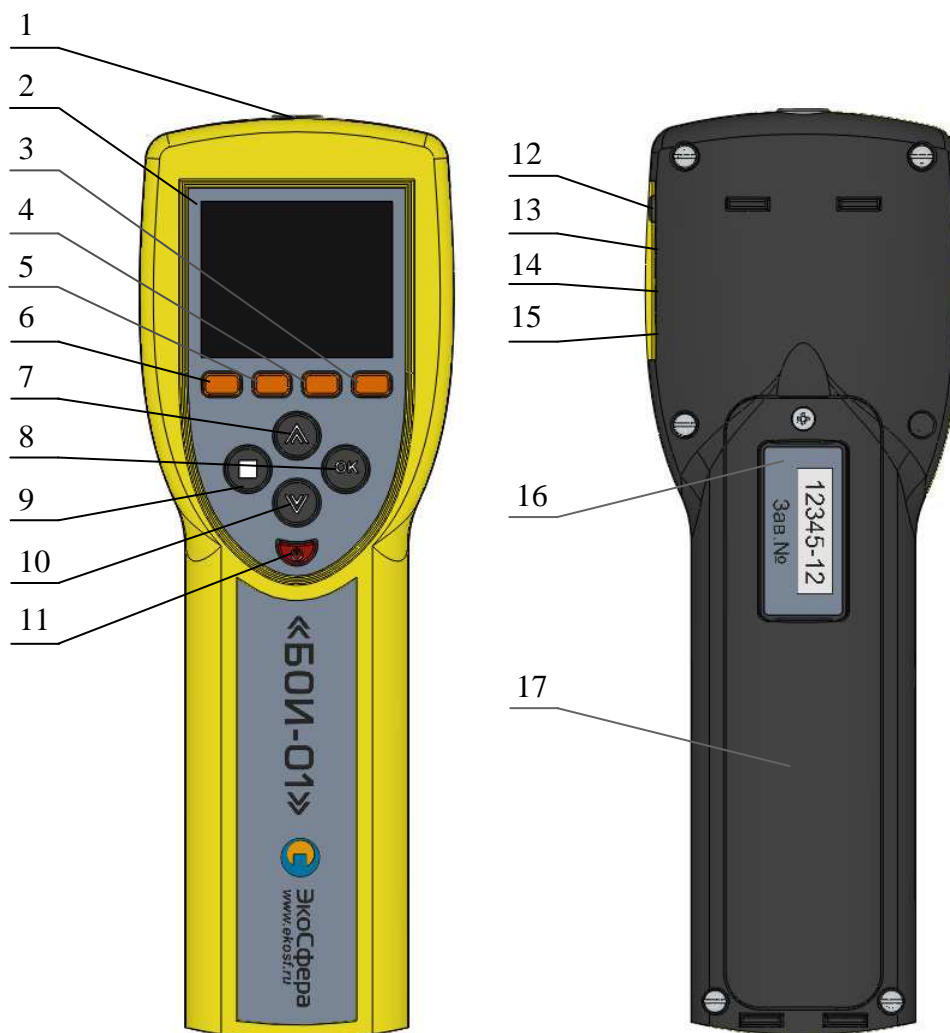

Рис. 1 – Внешний вид блока отображения информации
1.1. Включение блока отображения информации БОИ-01 (далее прибор) производится нажатием кнопки 11 (рис.1). При включении прибора с работоспособными элементами питания происходит автоматическое самотестирование прибора и проверка элементов питания. Отрицательный результат самотестирования при включении прибора сопровождается сообщением об ошибке со звуковой сигнализацией и автоматическим выключением прибора.
2.1. Выбор режимов работы осуществляется нажатием одной из кнопок 3, 4, 5, 6 (рис.1) БОИ-01 и подтверждается увеличением яркости соответствующего индикатора внизу на дисплее над нажатой кнопкой.
Выбор другого режима работы осуществляется нажатием соответствующей кнопки (3, 4, 5, 6), либо выключением прибора нажатием кнопки 11 (рис.1).
осуществляется нажатием кнопки  (кнопка 6, рис.1). Если измерительная головка подключена к БОИ-01, на дисплее высвечиваются численные значения температуры ( T: ) в °С и относительной влажности ( RH: ) в % относительной влажности воздуха (Рис.6).
2.4.2. Режим «Пауза» в режиме измерения температуры и влажности осуществляется нажатием кнопки «□» (кнопка 9, рис.1). При этом происходит остановка текущих измерений (Рис.6.) и на дисплее удерживается последнее измеренное значение температуры. Значение влажности воздуха пропадает. Выход из режима «Пауза» и возобновление текущих измерений осуществляется повторным нажатием кнопки «□».
2.4.3. Запись измеренных значений в память блока отображения информации, находящегося в режиме «Пауза» (после первого нажатия кнопки «□») осуществляется выбором пункта меню «Сохранить тчк.:№» (рис.6) и подтверждается нажатием кнопки «ОК» (позиция 8, рис.1). При этом в память под указанным номером точки в текущей сессии измерений заносятся удерживаемые на дисплее значения температуры ( T: ), последнего измеренного значения влажности ( RH: ) и календарное время замера данных параметров. Блок отображения информации после записи переходит в режим текущего измерения температуры и влажности.